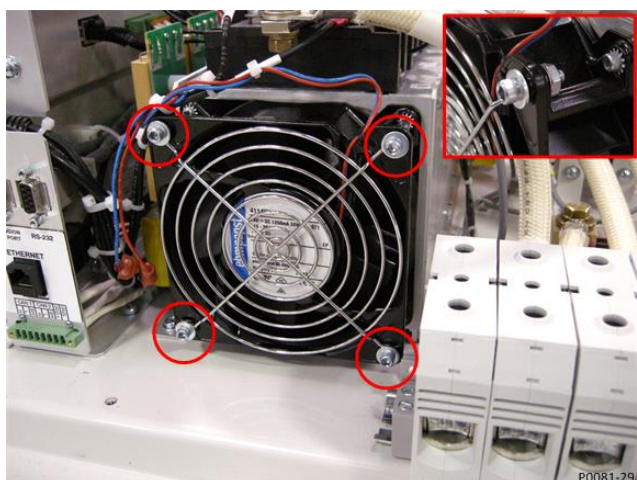

Figure 4. Emplacements de la quincaillerie du protège-ventilateur
- Retirez les quatre boulons et écrous fixant le protège-ventilateur à l'aide d'une clé hexagonale de 9/64 po et d'une clé plate de 11/32 po. Conservez la quincaillerie et le protège-ventilateur pour une utilisation ultérieure. Voir Figure 4.